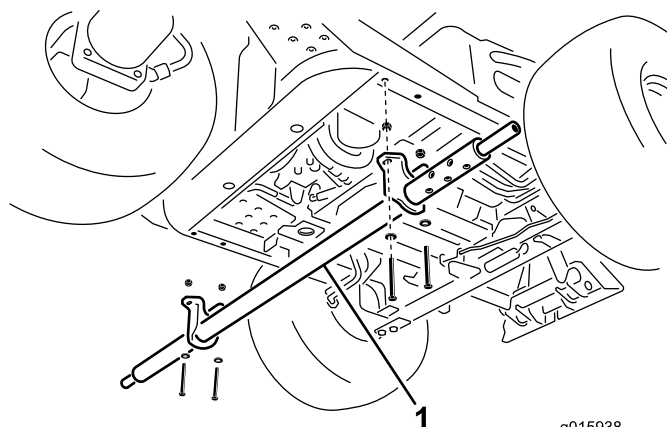

図 4
2. クロスチューブ取り付けブラケットをフレームチューブに固定するねじ4本3/8 x 3 インチ、平ワッシャ4枚、ロックナット4個3/8 インチを使用する図 4を参照。
1. 機体の左側から、クロスチューブ・アセンブリを機体の下に差し入れ、取り付けブラケットの穴をフレームチューブの穴に合わせる図 4。